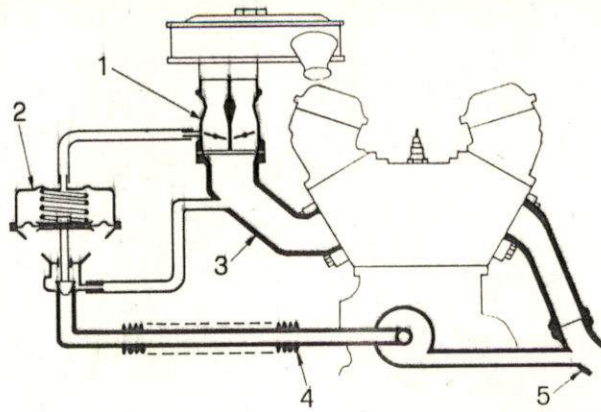

ABB. 64
- **Abgasrückführung** zur Herabsetzung der Stickoxyde, Abb. 64. Etwa 10% der vom Motor angesaugte Luft wird, im Betriebsbereich wo die